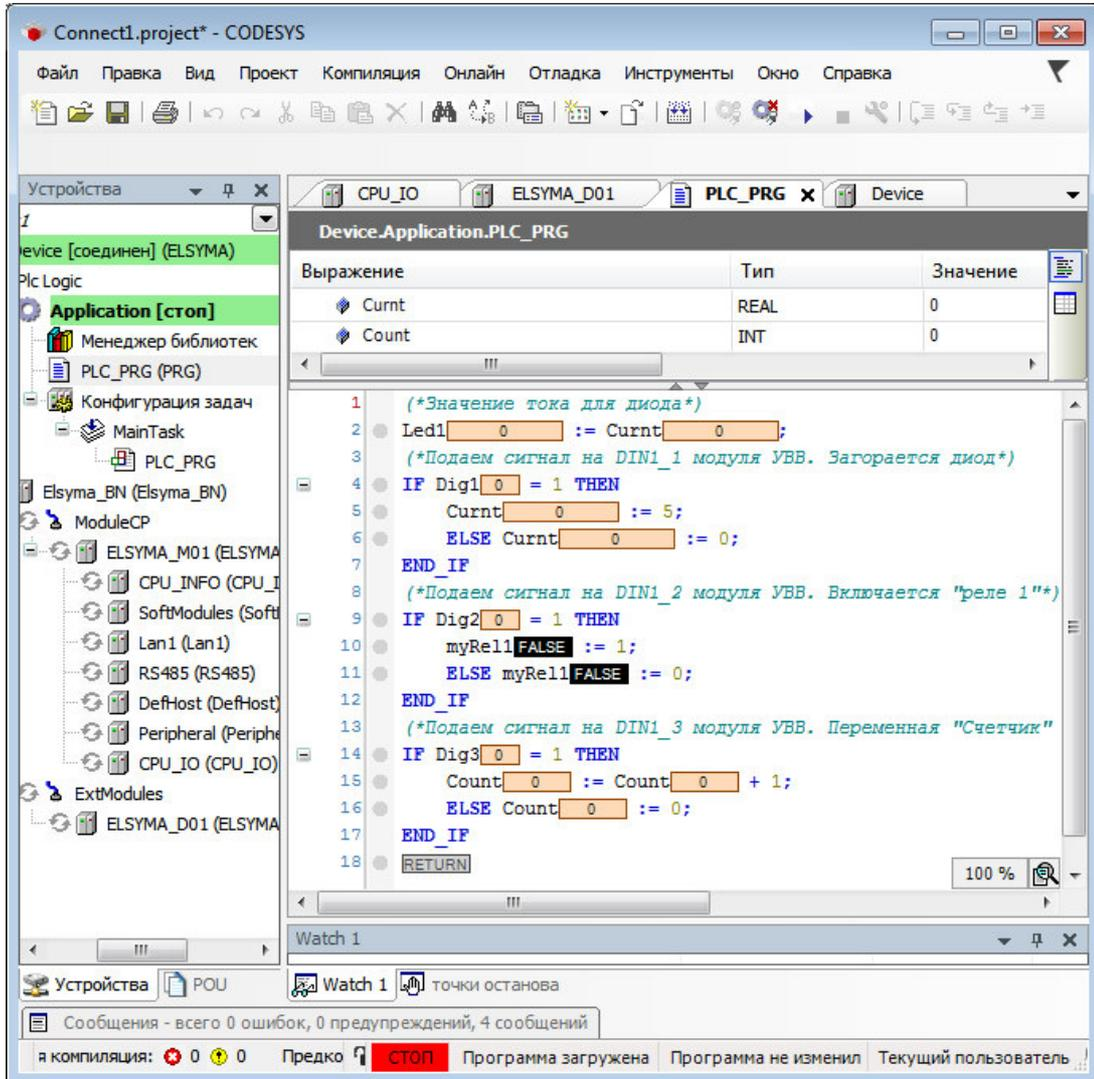

Рисунок 3.11 - Редактор POU. Загрузка задачи в контроллер
1. Перейти в редактор **POU** на закладку **PLC\_PRG** и подключиться к контроллеру, выбрав команду **Логин** в меню **Онлайн** или нажав клавиши **[Alt]+[F8]**. На вопрос о загрузке задачи в контроллер следует нажать кнопку «Да». В строке статуса программы **CoDeSys** отображается состояние **СТОП** (рисунок 3.11).